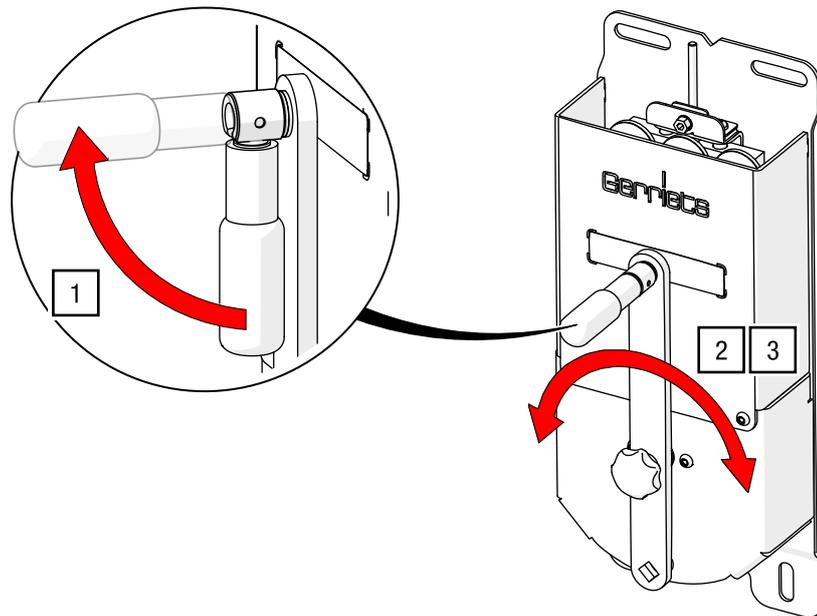

Abb. 135: HAND DRIVE – Griff umklappen und bedienen
1. Klappen Sie den Handgriff in die Waagerechte (siehe Abb. 135).
2. Drehen Sie die Handkurbel, um die angebrachten Lasten via Zugseil zu bewegen (siehe Abb. 135).